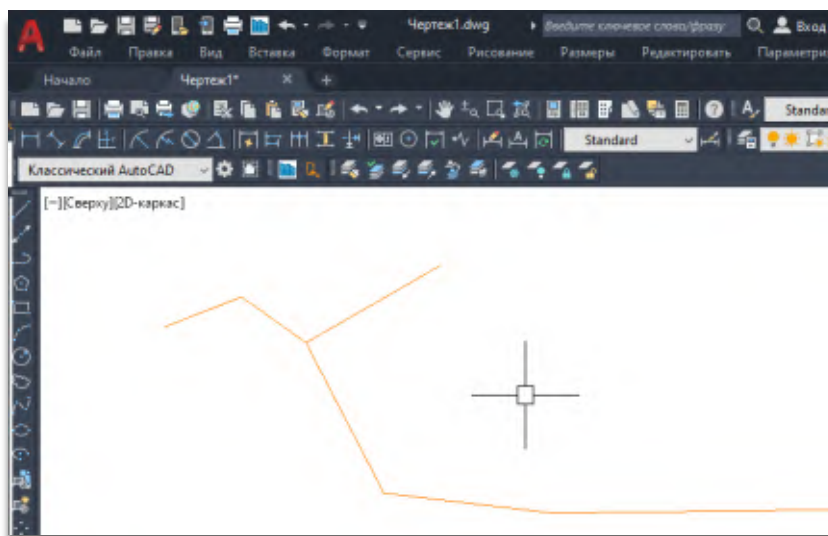

Рис. 4. Появление осей сетей.
4. В результате в открытом dwg-файле появятся полилинии осей сетей выбранных решений (см. рис. 4).